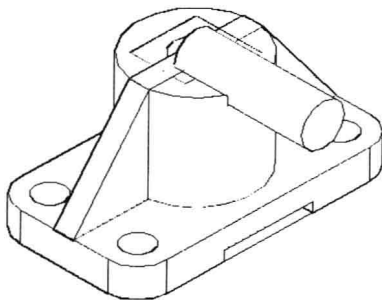

图 9-6-10
(18) 输入角度“-90”，按Enter键，圆柱体旋转了90度，如图9-6-10所示。